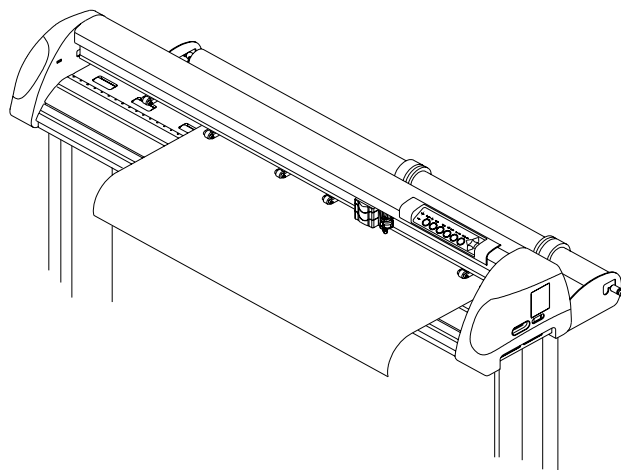

Abb. 2-20
3. Laden Sie das Material in den Plotter. Nach dem Laden des Materials glätten Sie dieses und halten Sie dabei das vordere Ende gut fest (Abb. 2-20).